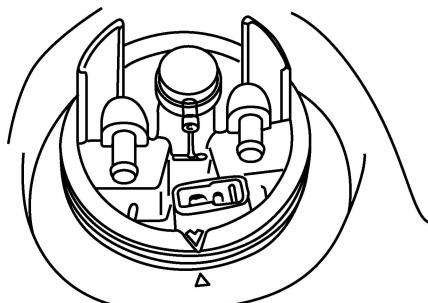

图 2-34 密封凸缘与汽油箱对正标记
(6)注意密封凸缘的安装位置,密封凸缘上的箭头必须对准汽油箱上的箭头,如图 2-34 所示。